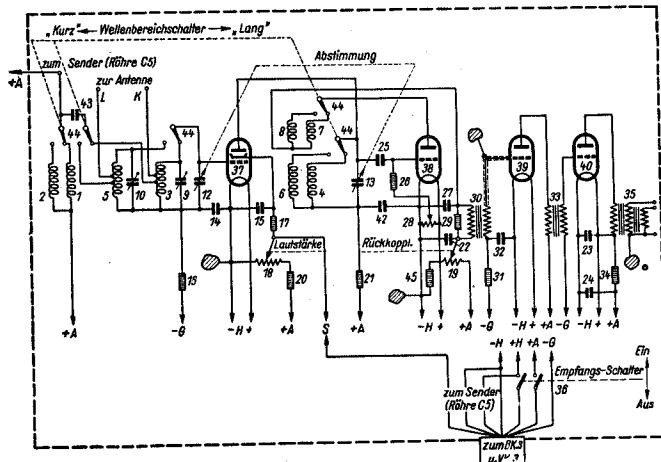

Abb. 8 Schaltplan zu Empfänger E. 4.
Wirkungsweise (vergl. Abb. 8): Nach erfolgtem Einschalten — Empfangsschalter (36) in Stellung „Ein“ — erhalten die Röhren Heizspannung aus der Heiz-Batterie 2 Z 3, Anoden- und Gitterspannung aus Trockenbatterien, die im Batteriekasten BK. 3 des Einbausatzes untergebracht sind.